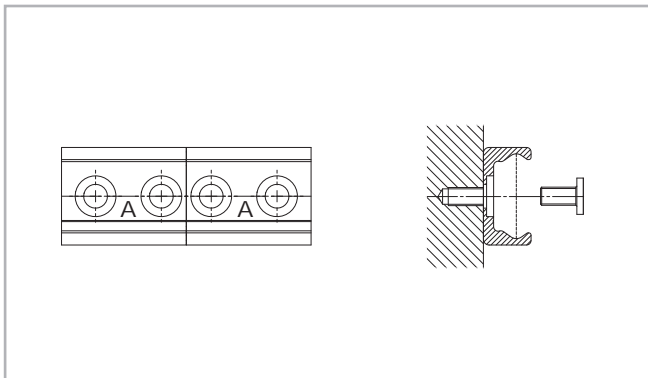

Fig. 117
- (1) Fissare le guide singole sulla superficie di montaggio serrando tutte le viti tranne l'ultima sulla giunzione.
- (2) Montare le viti di fissaggio terminali senza serrarle (vedere fig. 117).